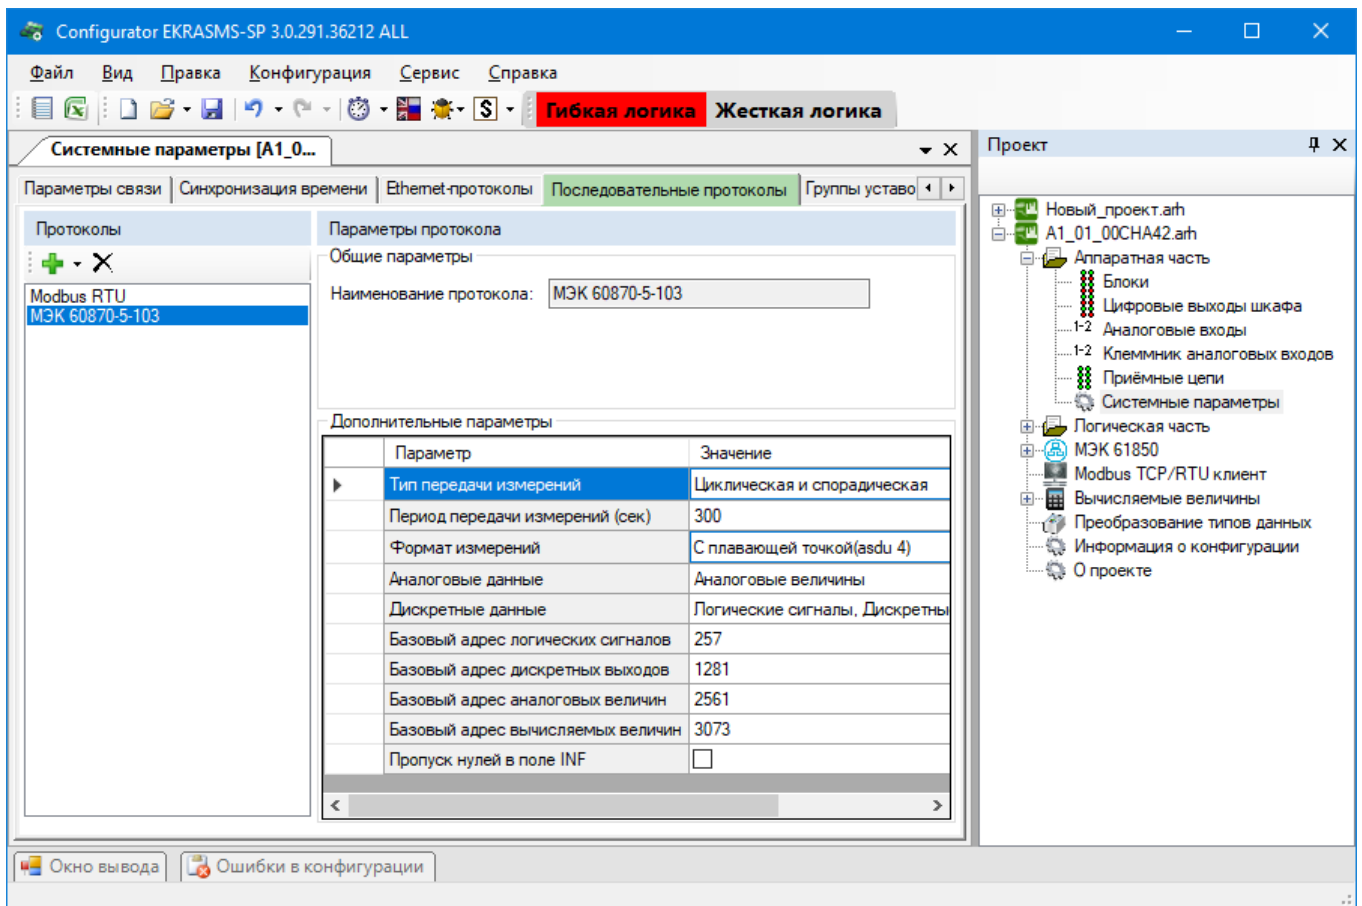

Рисунок 4.70
4.5.6.4.1 Дополнительные параметры протокола МЭК 60870-5-103 (см. рисунок 4.70)